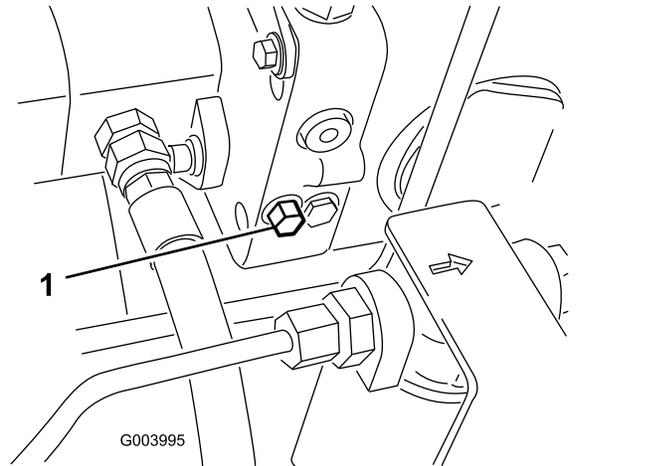

图37
1. 旁通阀位于静液压泵的左侧图37。将螺栓旋转 1-1/2 圈打开旁通阀并允许液体在内部分流。